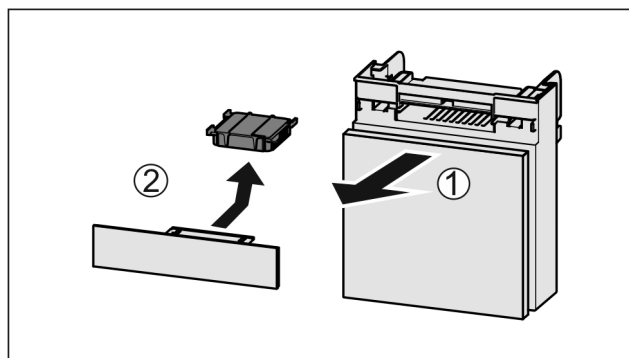

Fig. 86
- Trekk ut Fig. 86 (1) hyllen fremover.
- Ta ut Fig. 86 (2) aktivkullfilteret.